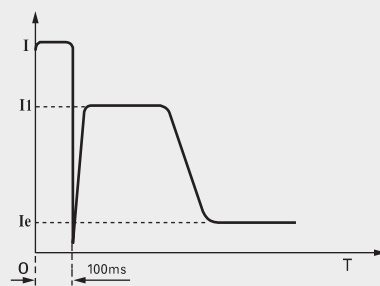

图 2
- 限电流启动：一般用于对启动电流有严格限制要求的场合，电机电流变化波形如图2。